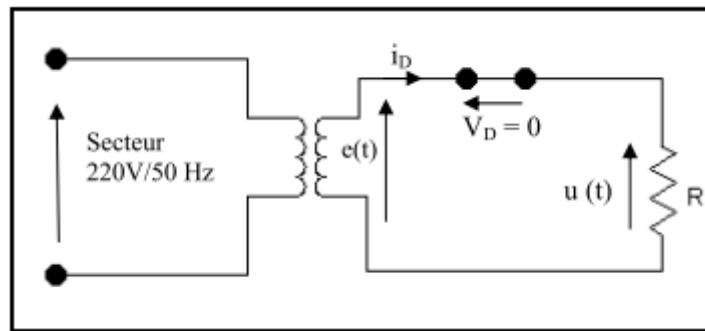

Fig. I.15
• **État passant de la diode** : (pour une diode parfaite) ; la configuration du circuit de la figure I-15 donne :